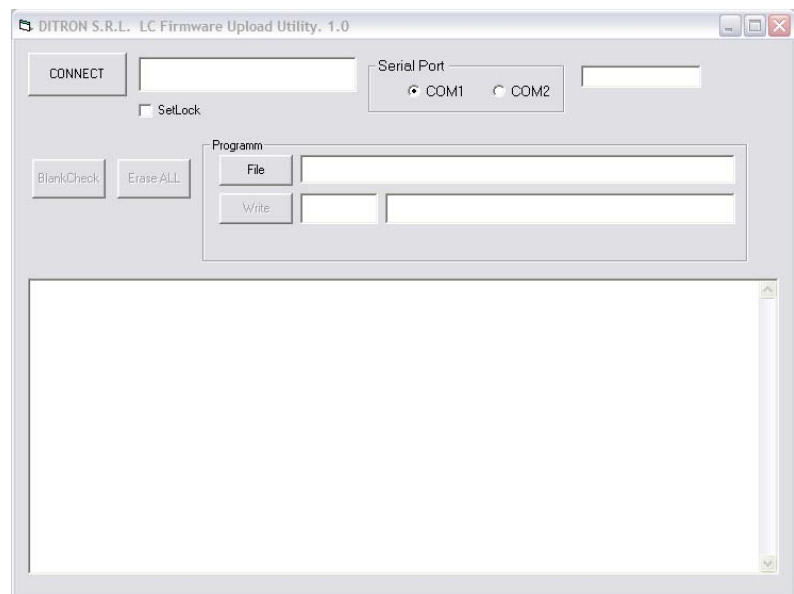

Figura 2 : Maschera di Comunicazione
3. Comparirà la maschera di comunicazione (figura 2)